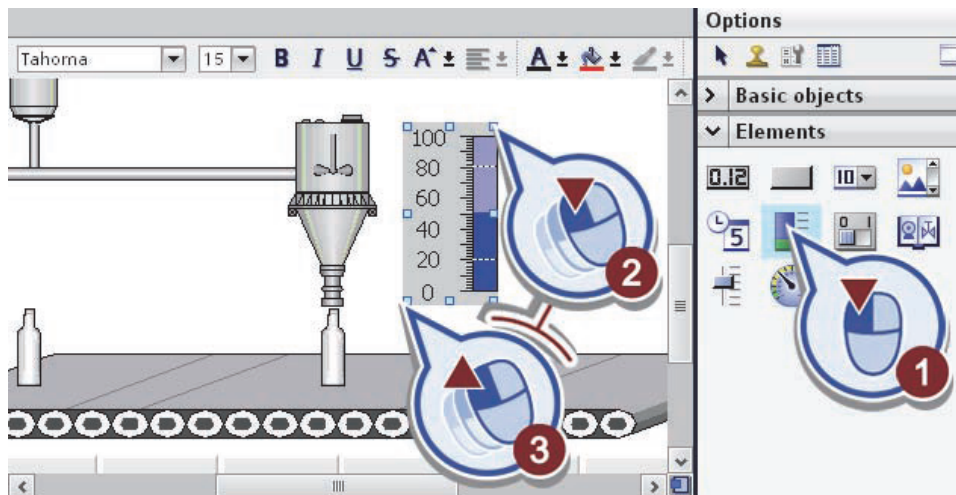

Рис. 3.51. Масштабирование гистограммы
– масштаб гистограммы сделайте примерно до той же высоте, что и наполнительная станции (рис. 3.51).